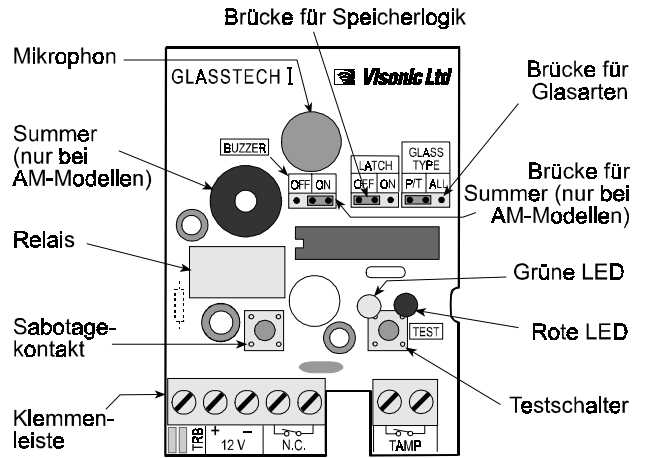

Abbildung 5: Platine des GlassTech-AM
3.7 Einstellen der Brücken (Abbildung 5)